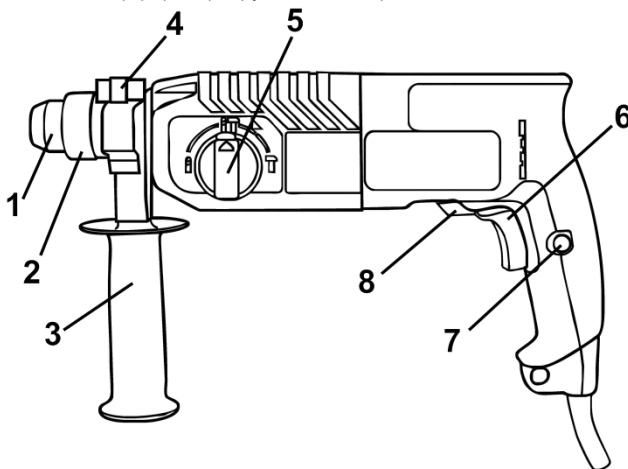

Рисунок 1
4.1 Виберіть необхідний режим роботи виробу за допомогою перемикача (5) (див. Рисунок 1, таблицю 2). При необхідності зміни кута нахилу насадки при виконанні довбальних робіт зробіть необхідні операції, які описані в пункті 3.5. При необхідності встановлення свердильного патрона – встановіть його в патрон SDS-plus через адаптер.
4.2 Для включення виробу натисніть на курок вимикача (6) (рисунок 1). Для відключення виробу слід курок відпустити.